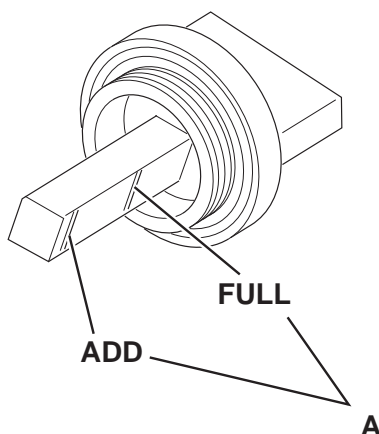

Figure 27
2. Activer le frein de stationnement au moyen de la pédale (82) et du levier (75).
3. Tourner la clé de contact (69) sur "0".
4. Ouvrir le coffre (23) et le bloquer au moyen de la tige de support (55).
5. Déposer les vis (45), puis enlever la protection (44) du moteur en dégageant les dispositifs de retenue (46).
6. Dévisser le bouchon de niveau huile moteur (34) et le nettoyer avec un chiffon propre. Serrer complètement le bouchon de niveau (34) puis, après quelques secondes, le dévisser à nouveau et contrôler que le niveau d'huile est compris entre les repères de niveau ADD (minimum) et FULL (maximum) (A, Fig. 27).
11. Installer le bouchon (35) de la goulotte de remplissage.
12. Après quelques secondes, dévisser à nouveau le bouchon de niveau (34) puis contrôler que le niveau d'huile est compris entre les repères de niveau ADD (minimum) et FULL (maximum) (A, Fig. 27).